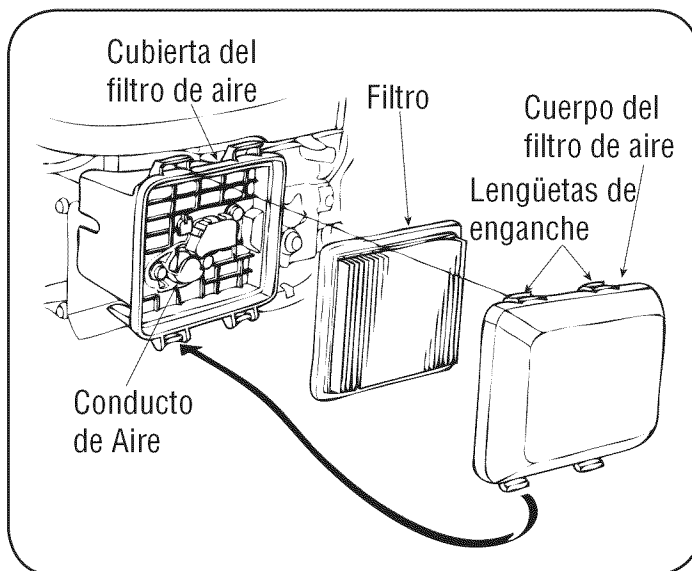

Figura 13
1. Presione las lengüetas de enganche de la parte superior de la cubierta del filtro de aire y quítela. Revise el filtro para asegurarse que está limpio y en buen estado. Vea la Figura 13.